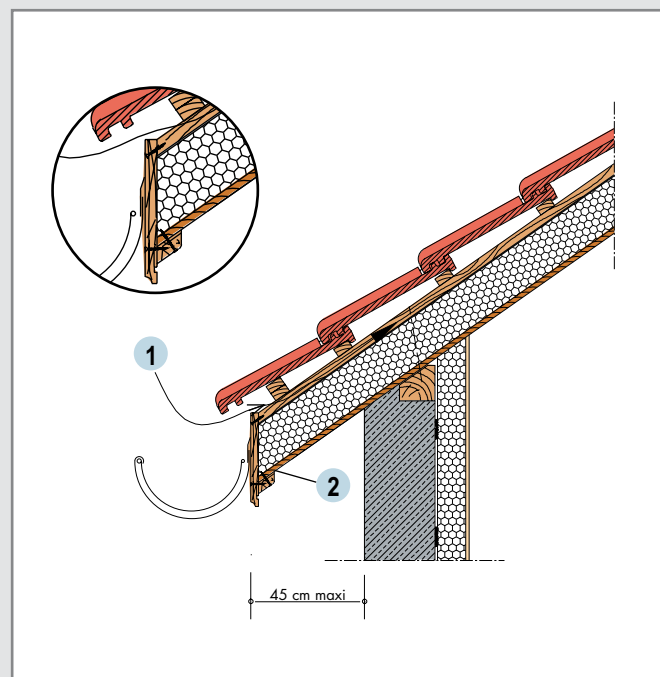

Fig. 15 : Égoût en débord avec Fibratéc Évolution et Fibratéc FM Évolution
- soit positionnée en sous-face (fig. 15) : dans ce cas elle permet de masquer la jonction lambris/planche de rive.